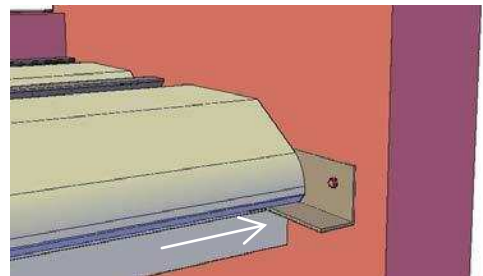

figuur 2b
- Een ander alternatief is ophogen van de fundering (zie figuur 2b). Tijdens montage ligger fixeren.